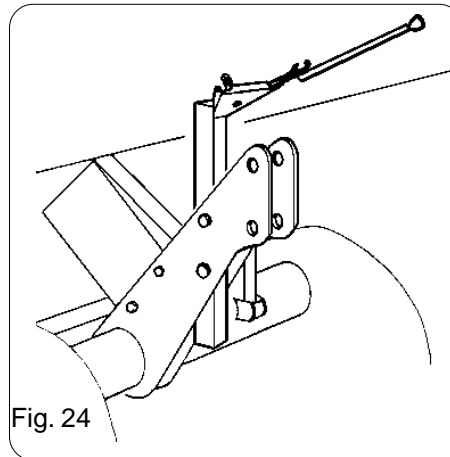

Fig. 24
Collocare il comando meccanico come indicato in fig. 24. L'azionamento dei bracci sarà molto agevole se questi sono appropriatamente equilibrati. Durante l'azionamento meccanico, **non montare le molle di pressione** di ciascun braccio (B) che sono illustrate nel disegno. Tali molle possono compromettere il buon funzionamento.
Position the mechanical control system as shown in Fig. 24. The action of the arms will be facilitated if they are properly balanced. During mechanical operation, **do not mount the pressure springs** on the arms (B) that are illustrated in the figure. These springs could compromise ease of operation.